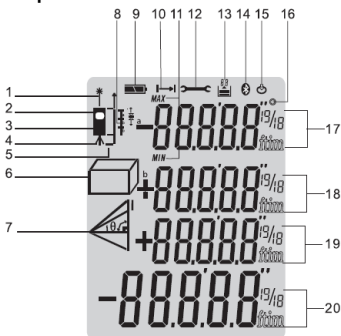
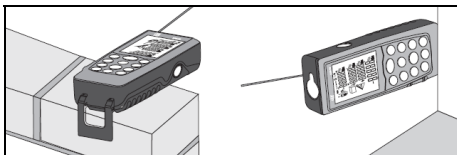
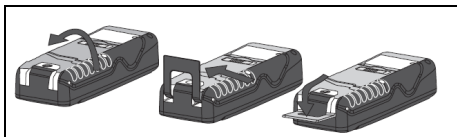

Fig. 2 : Description des symboles à l'écran
Fig. 3 : Mesure de la distance sur côtés et angles
Fig. 4 : Ouverture du pied pour mesure sur des angles
- **Trépied** → (voir la Fig. 2 – Pos. 4) Garder la touche  enfoncée pendant 2s. La mesure est exécutée du trou d'introduction du trépied.
- **Niveau instrument + pied de support** → L'instrument est équipé d'un pied de support ouvrant pour poser pratiquement l'unité sur des surfaces plates (voir Fig. 3). Avec le pied à 90°, le déplacer délicatement à droite et l'ouvrir complètement (voir Fig. 4). Dans cette position, en posant l'instrument sur un angle ou sur une marche, il se configure automatiquement avec le niveau montré en Fig. 2 – Pos. 5). Déplacer encore délicatement à droite et tourner le pied pour le refermer sur l'instrument.